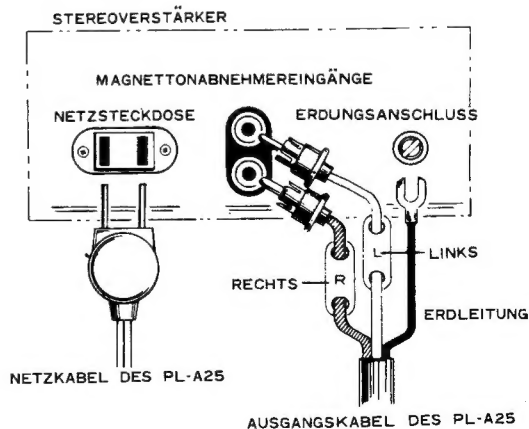

Abb. 9
2. Das dritte, schwarze Kabel ist die Masse- bzw. Erdleitung. Sie muss an den Erdungsanschluss des Verstärkers angeschlossen werden. Vgl. Abb. 9.